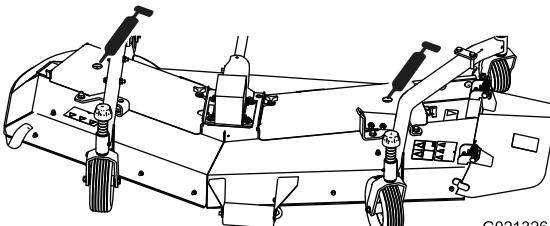

Figura 18
- cuscinetti del fusello della lama - 2 (Figura 18)